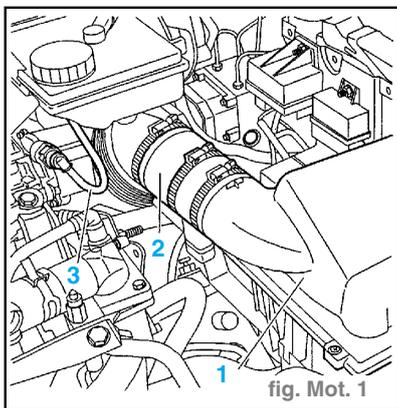

fig. Mot. 1
- le filtre à air (1) (fig. Mot. 1),
- le débitmètre (2),